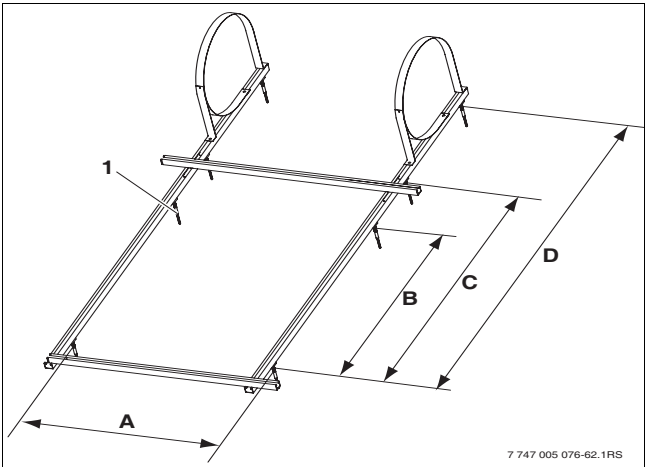
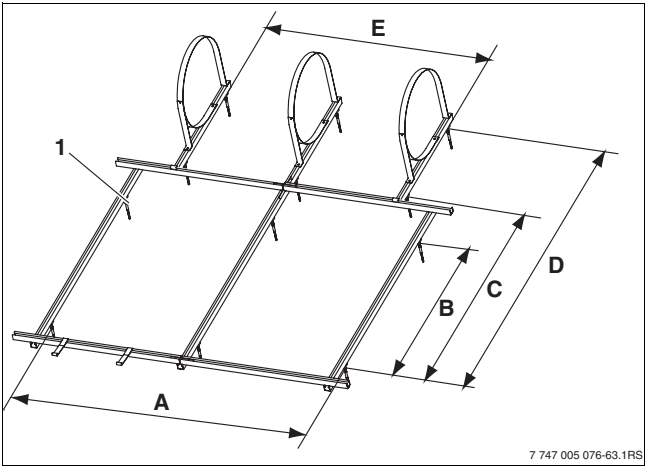

Fig. 32 Distancia entre los pernos de doble rosca en sistema 150/200 I
Fig. 33 Distancia entre los pernos de doble rosca en sistema 300 I
Cada perfil se fija con dos pernos de doble rosca (1) (→ Fig 32, Fig. 33). Consultar la distancia entre las fijaciones al tejado en la tab. 10.